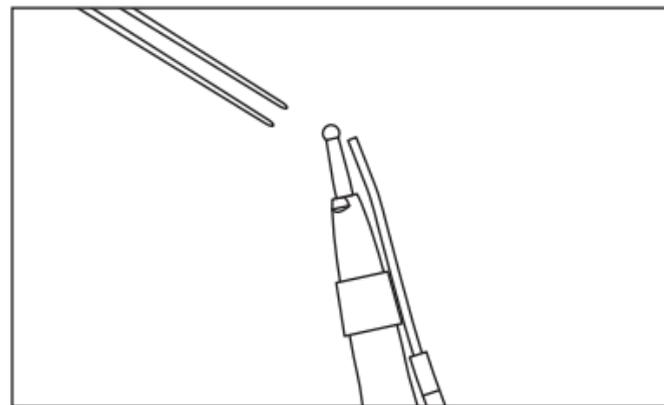

Fig. 7
3) Retirez la fraise de la pièce à main à l'aide d'une pince pour tenir la fraise fermement. (Fig. 7)